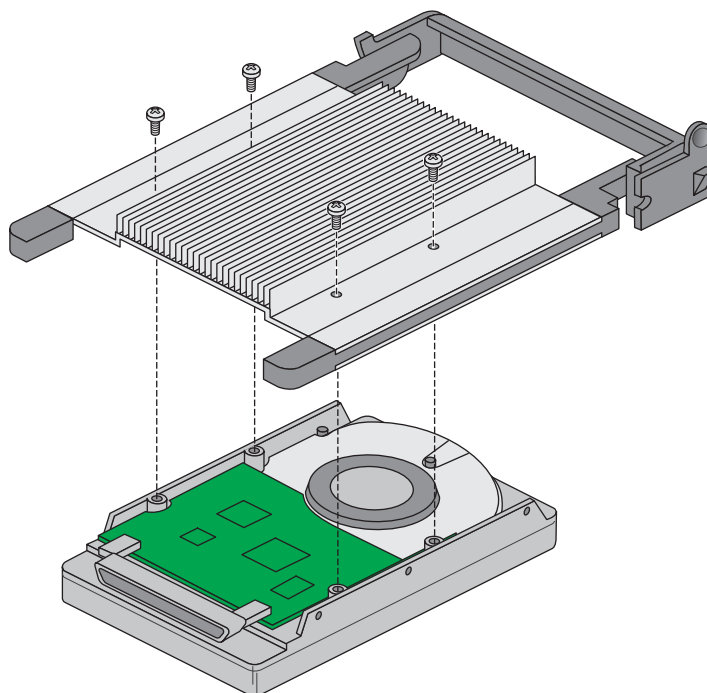

Figura 5-1 Instalación del soporte y del disipador térmico en la unidad de disco duro
3. Oriente la unidad de forma que el conector se encuentre cerca de la superficie superior de la unidad y, a continuación, coloque el soporte plástico y el disipador térmico en la parte superior de la unidad (Figura 5-1).